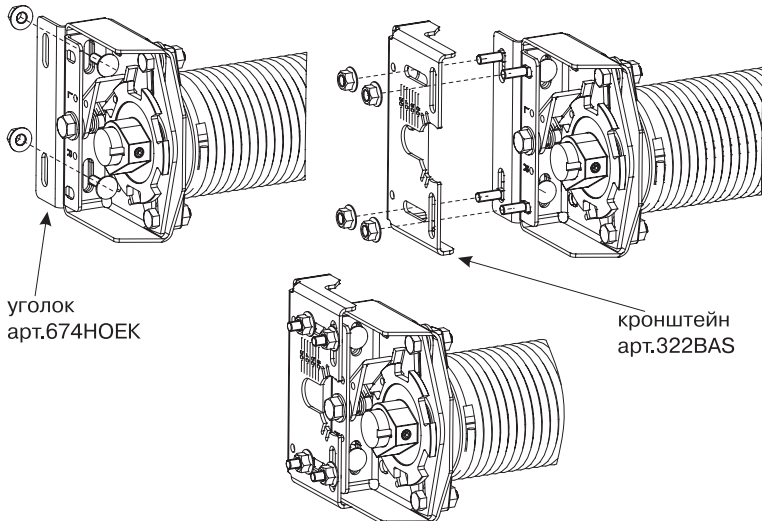

Рис.22
- Усиленная версия храповой муфты модели 675-5/4 применяется на пружинах с высокой степенью накручивания совместно с кронштейном арт.322BAS и усиливающим уголком арт.674НОЕК (рис.22).